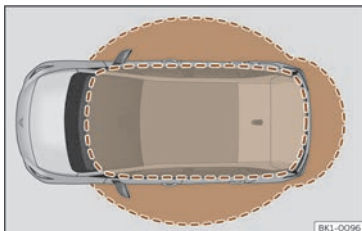

Abb. 72 Keyless-Access: Näherungsbereiche.
- Das Fahrzeug wird entriegelt, wenn der Fahrzeugschlüssel in der Nähe erkannt wird >>> (Abb. 72). Alle Blinker des Fahrzeugs blinken zweimal.